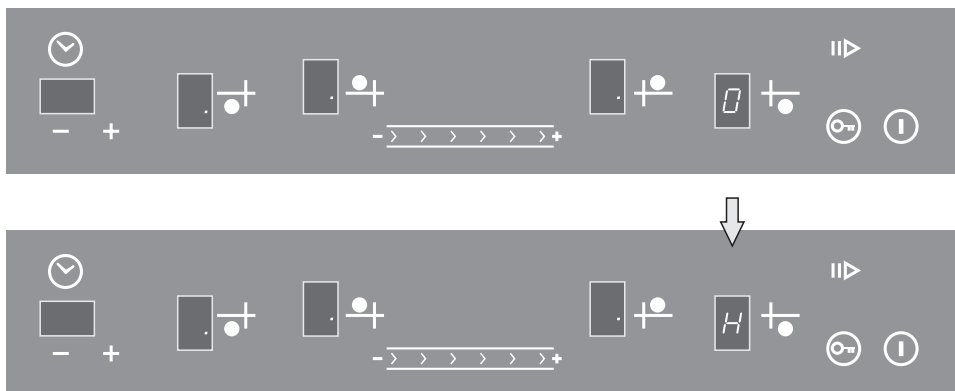

Рис. 15
После выключения конфорки в окне индикации ③ (рис. 15) высвечивается буква «Н» (от англ. hot – «горячий»). Индикация «Н» гаснет, когда температура рабочей зоны становится безопасной.